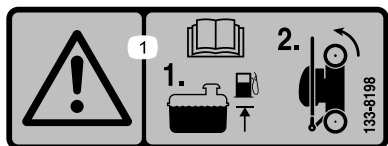

Рисунок 21
1. Убедитесь, что уровень бензина в топливном баке не выше уровня, рекомендованного изготовителем двигателя; см. наклейку изготовителя на двигателе (Рисунок 21).